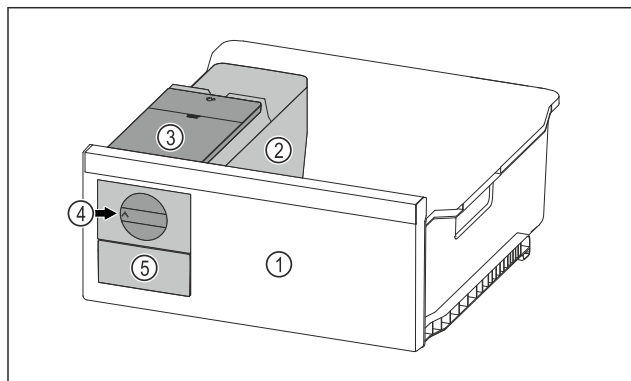

Fig. 127 Przykładowa prezentacja
- ▶ Pokrętko Fig. 127 (4) obrócić zgodnie z ruchem wskazówek zegara.
- ▶ Kostki lodu wypadają do pojemnika na kostki lodu w szufladzie na kostki lodu Fig. 127 (5). Jeżeli nie wszystkie kostki lodu zostaną zwolnione z pojemnika na kostki lodu: